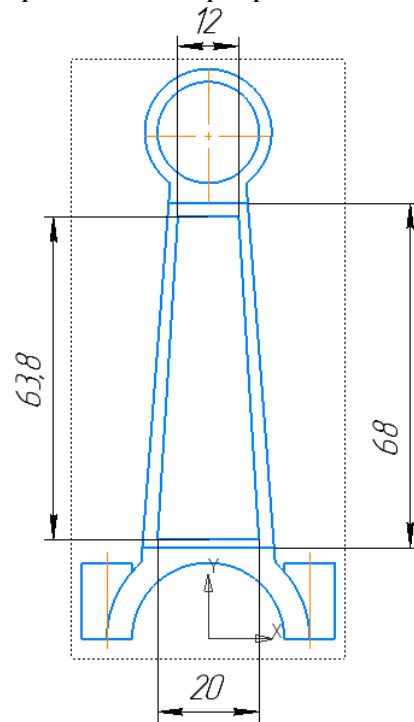

Рисунок 12. Вид детали сзади.
8. Примените инструмент «массив по сетке» и отразите полученные элементы на обратной стороне детали и скруглите необходимые части (рисунок 12, 13);